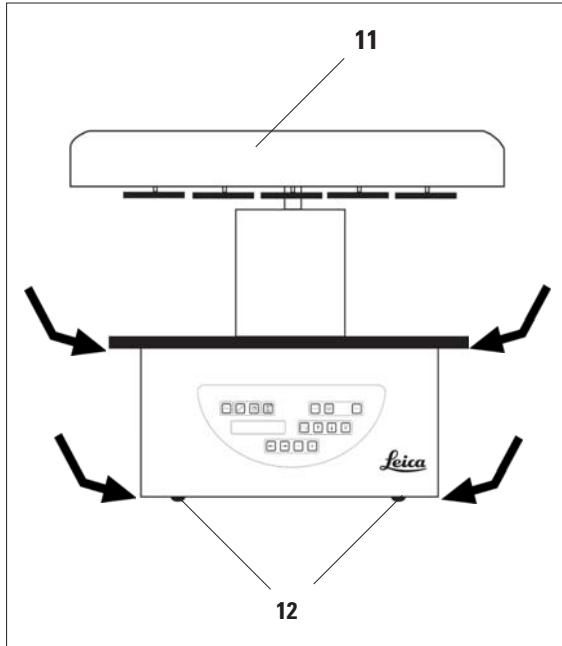

Fig. 11
- Pegue na plataforma dos frascos de reagentes ou na parte inferior do corpo (**fig. 11**) para erguer o aparelho e retirá-lo da placa básica (**8**).